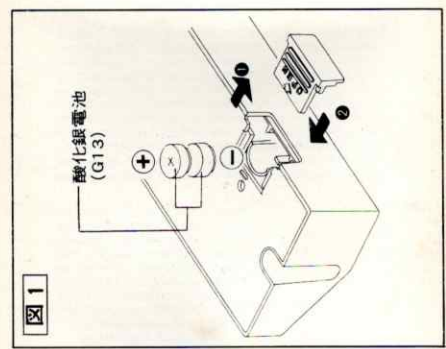

図1
1. 電池収納部のふたを「OPEN」の方向に押します。(図1-①)
2. 酸化銀電池2個を⊕、⊖を確実に正しく入れます。その後、ふたをしてください。(図1-②)